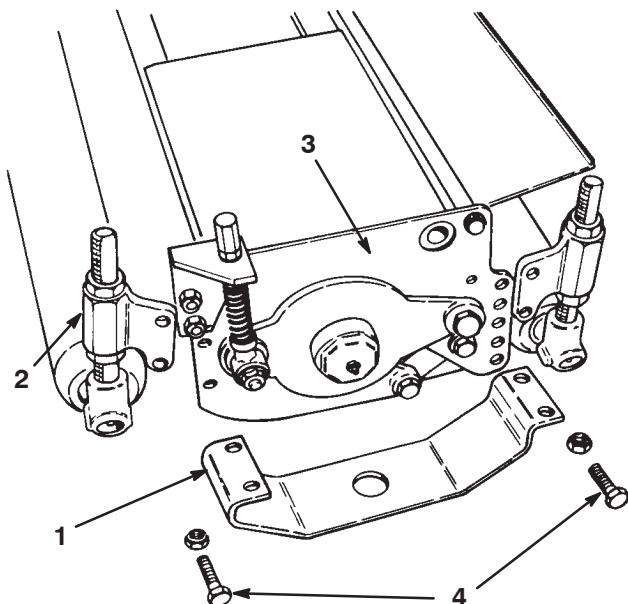
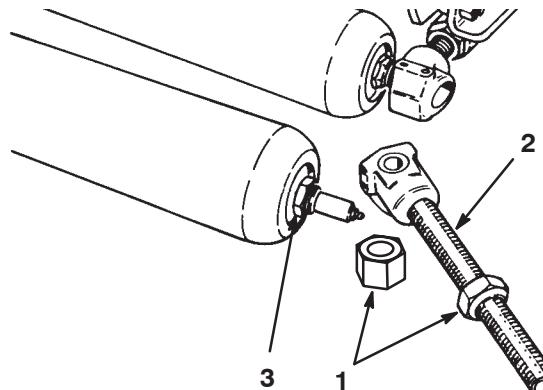

Figure 33
Figure 34
1. Retirez les fixations qui assujettissent la protection et le logement de réglage du rouleau à la plaque latérale (Fig. 33) ou dévissez l'écrou conique supérieur et faites sortir la tige filetée du logement de réglage (Fig. 34).
2. L'ensemble tige filetée et collier peut être déposé du rouleau après avoir été dégagé de l'arbre de chaque côté (Fig. 34).
Important Lorsque vous montez un rouleau neuf sur le plateau de coupe, faites en sorte que le contre-écrou de l'arbre du rouleau se trouve du côté droit du plateau de coupe (Fig. 34) (vu par l'opérateur assis sur le siège de la machine). Cela évite qu'il ne se dévisse pendant le fonctionnement.